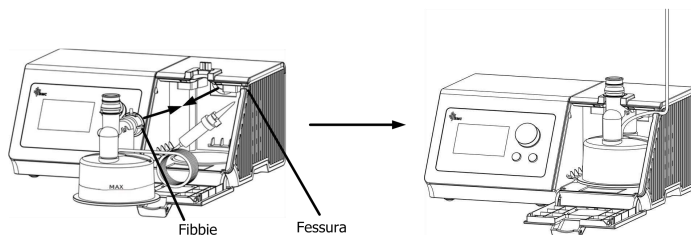

Fig. 11-8
(3) **Installare la camera d'acqua:** collegare l'interfaccia dell'adattatore con la corrispondente interfaccia del dispositivo, inserire la presa d'acqua nella fessura della presa d'acqua del dispositivo, quindi installare la camera d'acqua in posizione (le fibbie su entrambi i lati dell'adattatore della camera d'acqua saranno bloccati nella fessura della posizione corrispondente del dispositivo ed emetterà un suono "click"), come mostrato nella Fig. 11-8.